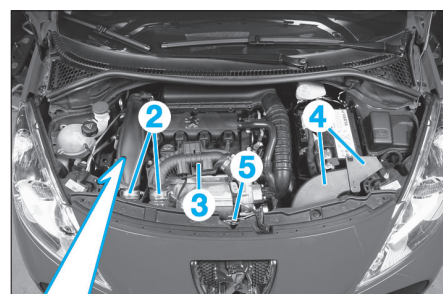

Fig. 46
- Débrancher le connecteur (1) (Fig.46).